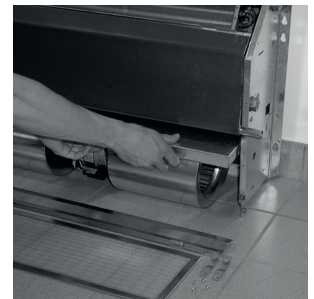

Fig.10
5. sfilare il gruppo ventilante praticando una lieve rotazione come indicato in Fig. 10;